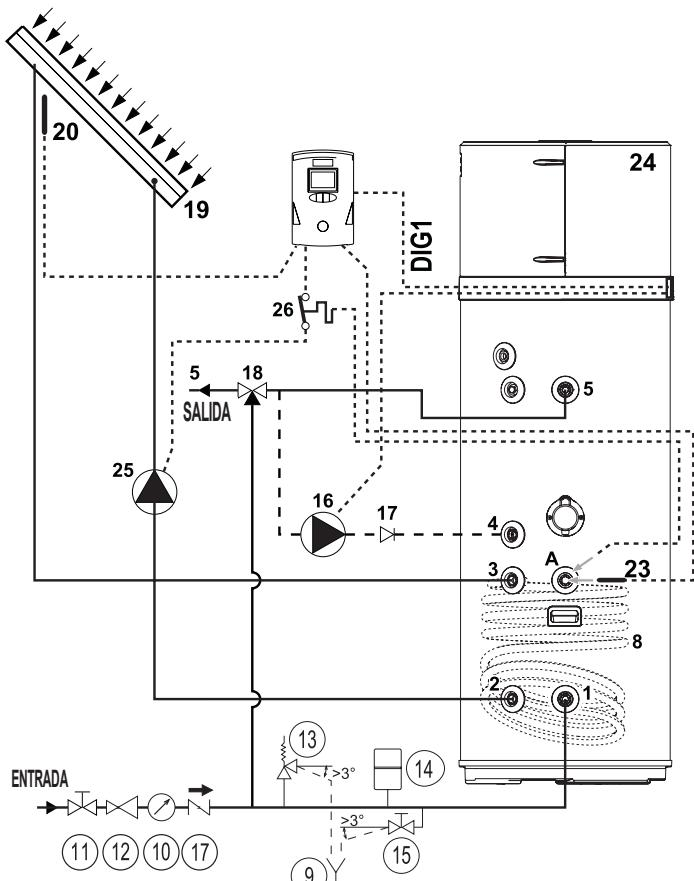
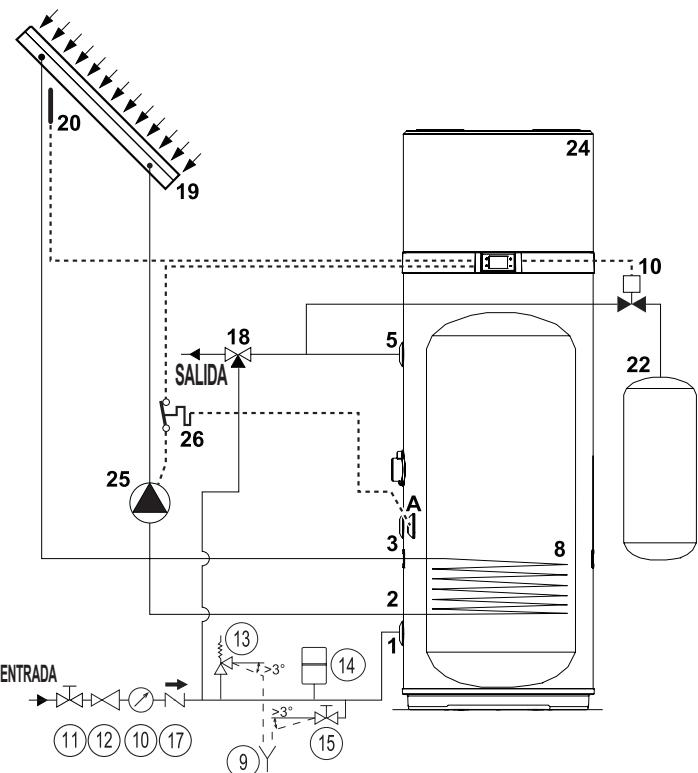
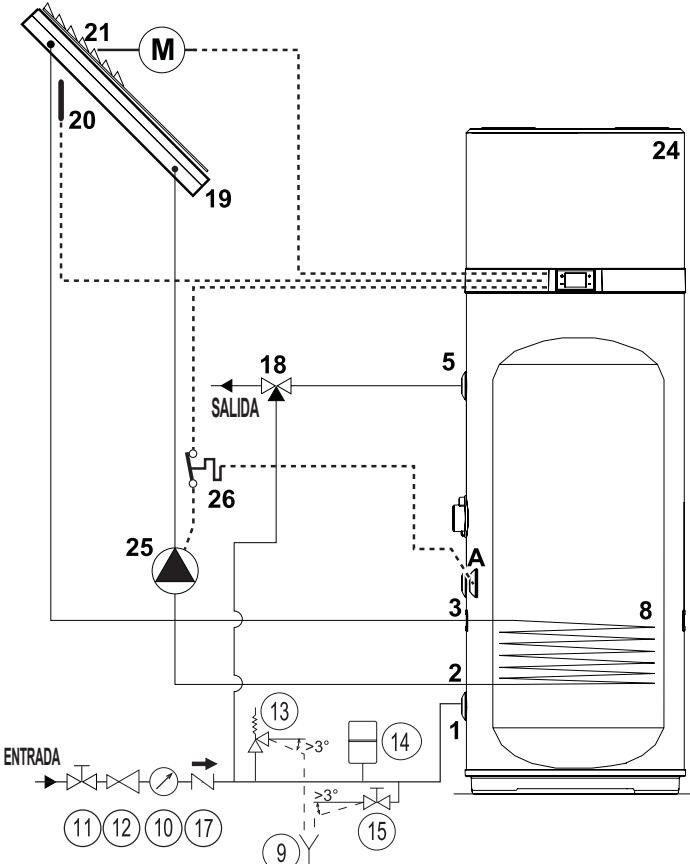

fig. 21
fig. 22
fig. 23
La siguiente ilustración (fig. 21) muestra cómo conectar el equipo a un sistema térmico solar controlado por un controlador electrónico dedicado (no se incluye) que cuente con una toma de tipo "contacto sin tensión" para conectar a la entrada DIG.1 del equipo (consulte "6.8.1 Conexiones remotas").
Las siguientes ilustraciones (fig. 22 y fig. 23) muestran cómo conectar el equipo a un sistema térmico solar controlado directamente por este último, sin necesidad de un controlador electrónico dedicado.
En la configuración de fig. 22, en caso de exceso de temperatura del colector solar, se activa una válvula de drenaje (no se incluye) para descargar el agua caliente que contiene el equipo en el depósito de almacenamiento de ACS (acumulador).
En la configuración de fig. 23, sin embargo, el obturador del colector solar se cierra en esta condición.
**Leyenda (fig. 21, fig. 22 y fig. 23)**